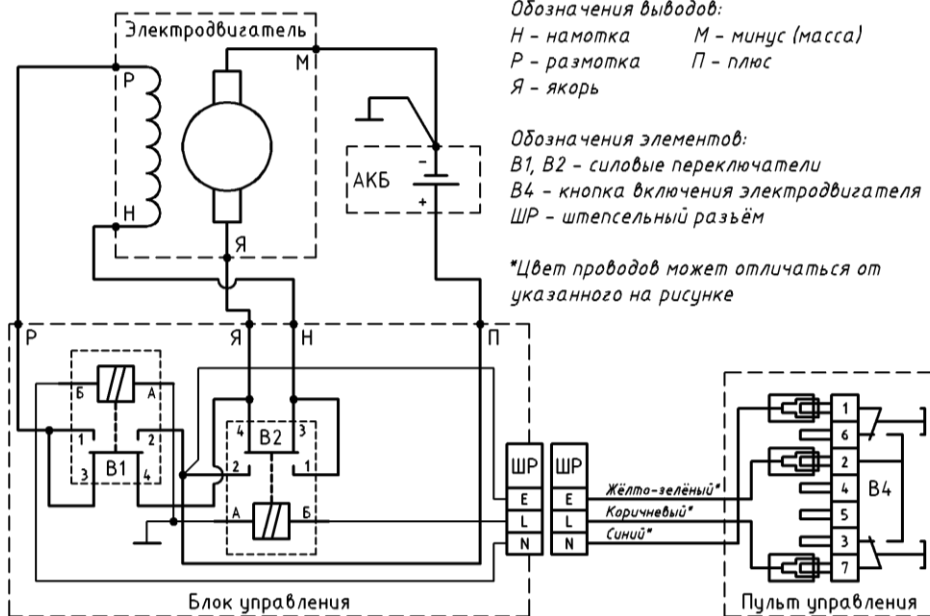

Рис.6. Электрическая схема лебёдки.
- 5.5. Подключить провод (4) с разъёмом к фильтру (1).
7. Присоединить силовые кабели (4 шт.) к выводам электродвигателя согласно схеме подключения (см. рис. 6) и изолировать место присоединения кабеля к выводу "Размотка".
14. Присоединить кабели к выводам блока управления согласно схеме подключения (см. рис. 6).